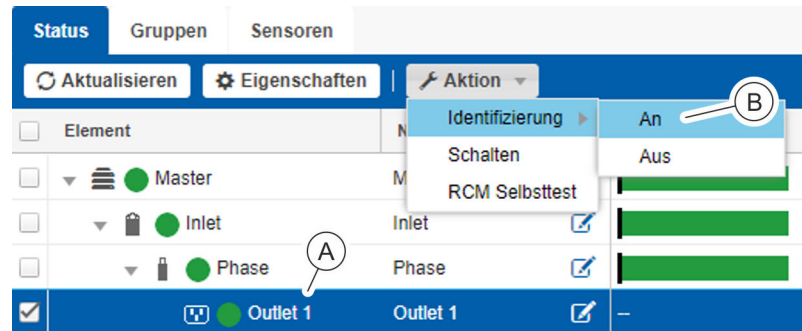

Abb. 105: Menü "Status" – Registerkarte "Status"
2. ➤ In der Registerkarte "Status" die gewünschte Steckdose bzw. Steckdosengruppe auswählen (Abb. 105/Ⓐ).
3. ➤ Über „Aktion → Identifizierung → An“ (Abb. 105/Ⓑ) die Identifizierung der ausgewählten Steckdose bzw. Steckdosengruppe einschalten.
4. ➤ Über „Aktion → Identifizierung → Aus“ (Abb. 105/Ⓒ) die Identifizierung der ausgewählten Steckdose bzw. Steckdosengruppe ausschalten.